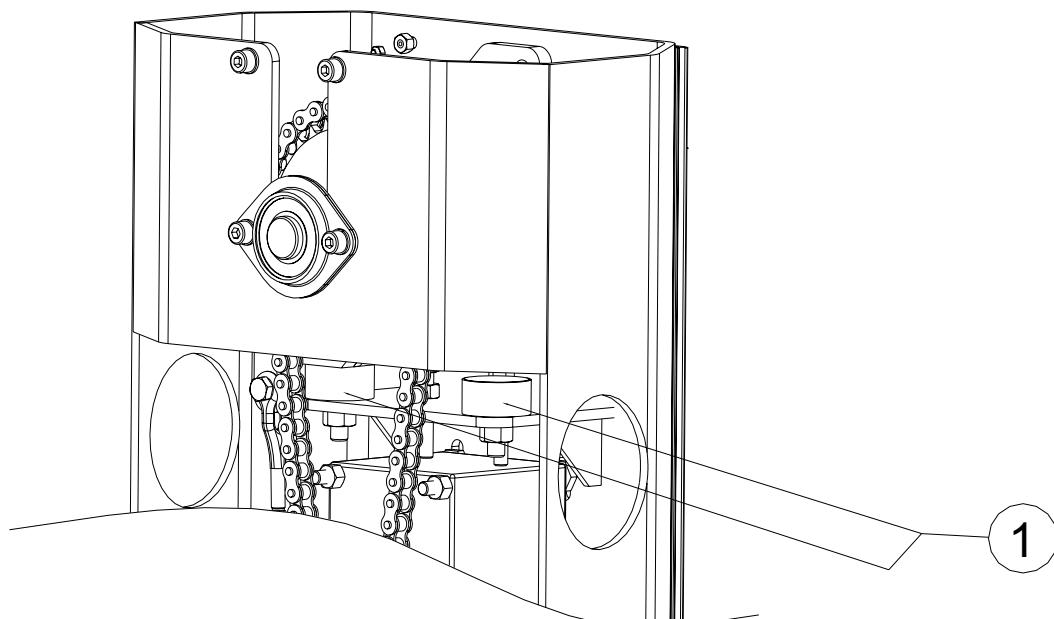

Fig. 11
- Procedere con la programmazione seguendo le istruzioni della centrale di comando e dopo aver effettuato la programmazione completa aggiustare le posizioni di fine corsa dell'asta agendo sui rispettivi antivibranti in gomma(1) (Fig. 11).